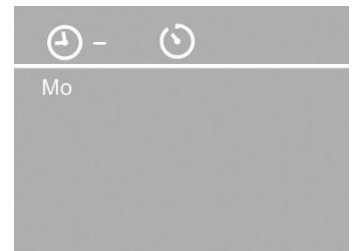

Abbildung 3 - SC Preheater
- Mit der Menütaste lässt sich die obere Zeile (Menüzeile) des Displays ansteuern (Abbildung 3).